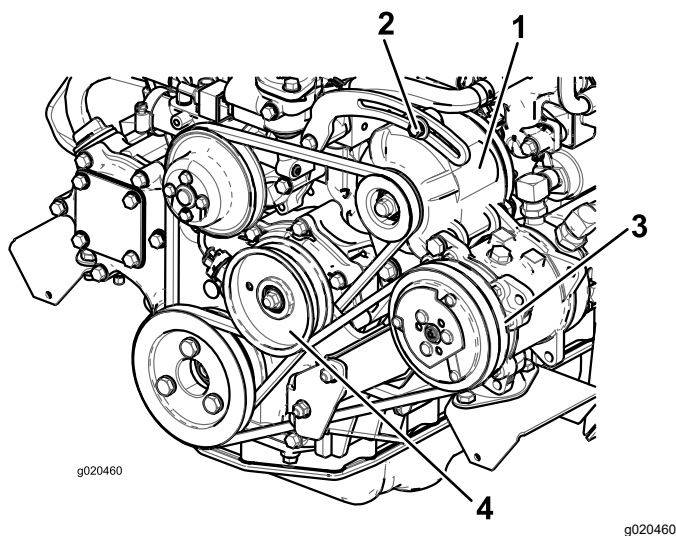

Figura 112
Se a deslocação obtida não for igual a 10 mm, deve desapertar os parafusos de montagem do alternador (Figura 112).
2. Se o desvio obtido não for igual a 10 mm, deverá libertar o parafuso de montagem da polia intermédia (Figura 112).